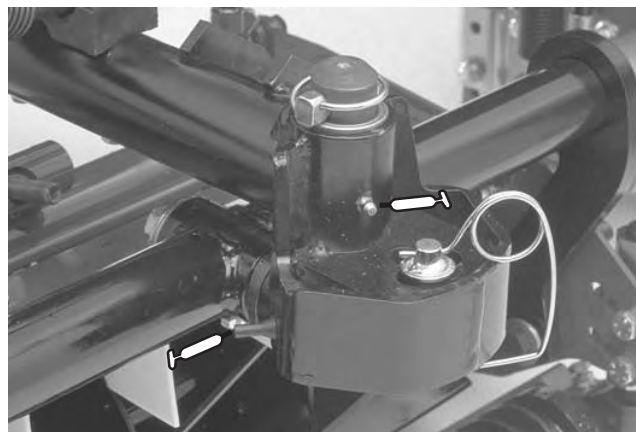

Figure 36
- Bâti porteur de plateau de coupe et pivot (2 chacun) (Fig. 36)